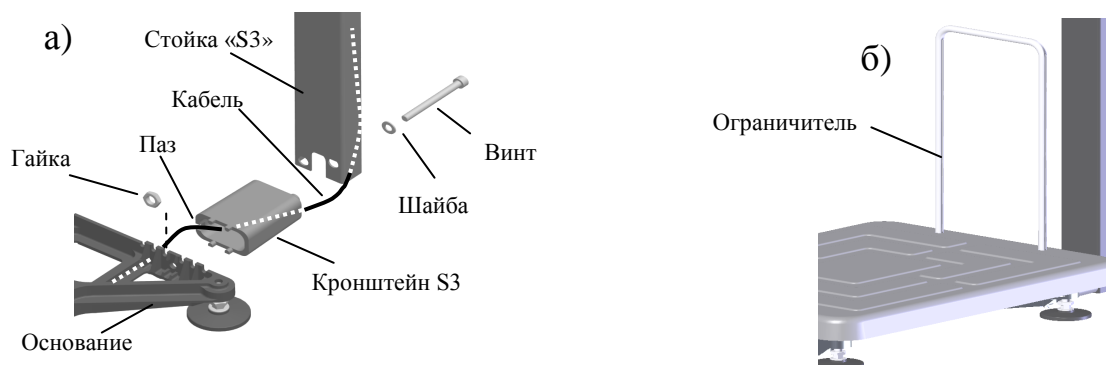

Рис. 5.2 - Крепление прямоугольной стойки к модулю ТВ-S\_
- Протянуть кабель через кронштейн и стойку, Рис. 5.2 а. Кабель должен входить в паз кронштейна.
- Плотно вставить в отверстия платформы ограничитель (Рис. 5.2 б).